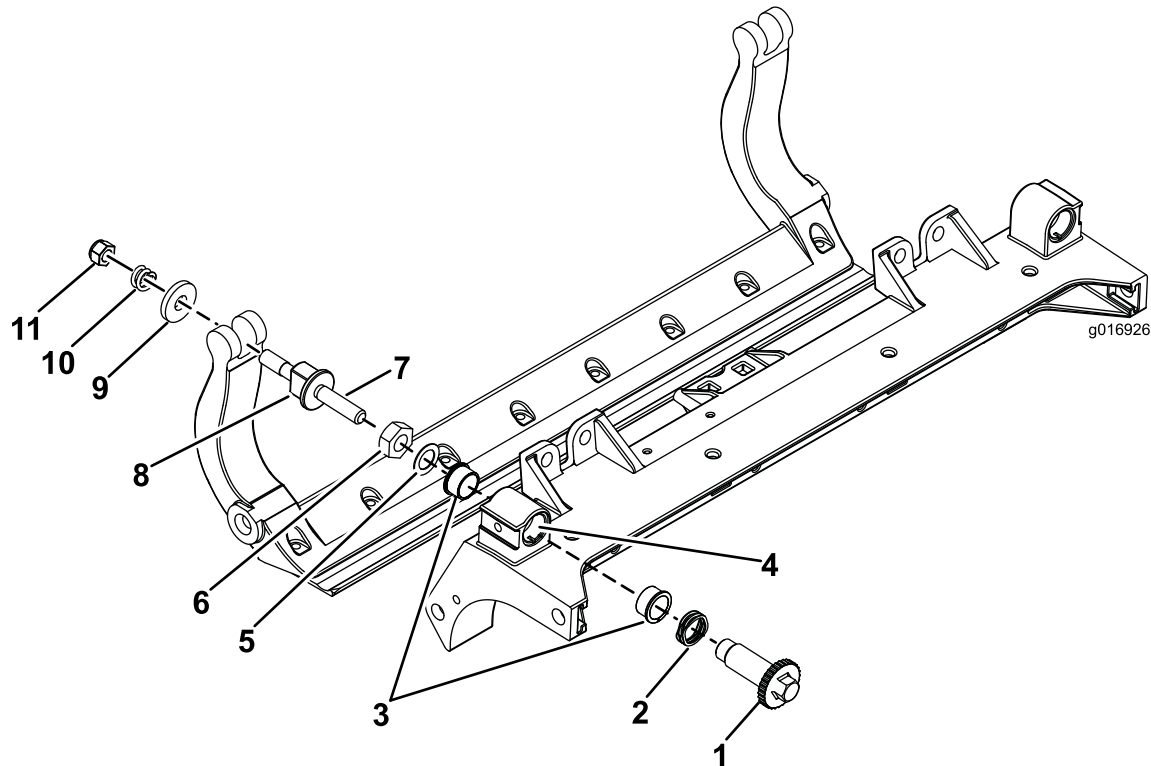

Figura 40
- 1. Retire todas las piezas (consulte las *Instrucciones de instalación* del Kit HD DPA y la Figura 40).
- 2. Aplique compuesto antigripante en la parte interior de la zona de los casquillos del bastidor central de la unidad de corte (Figura 40).
- 3. Alinee los salientes de los casquillos con brida con las ranuras del bastidor, e instale los casquillos (Figura 40).
- 4. Instale una arandela ondulada sobre el eje del ajustador e introduzca el eje del ajustador en los casquillos con brida del bastidor de la unidad de corte (Figura 40).
- 5. Sujete el eje del ajustador con una arandela plana y una contratuerca (Figura 40).
- 12. Coloque una arandela de acero por fuera de cada arandela de nylon (Figura 40).
Nota: Las arandelas del interior pueden tener cierta holgura (Figura 40).
15. Apriete la tuerca de cada ajustador de la barra de asiento hasta que el muelle de compresión esté comprimido del todo, luego afloje la tuerca $\frac{1}{2}$ vuelta (Figura 40).